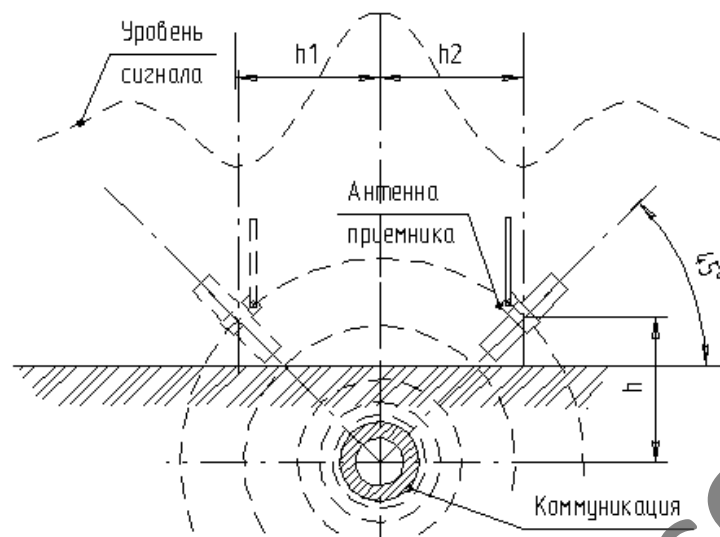

Рис.5. Схема определения глубины заложения.
5.2. Определение глубины залегания выполняется после установления местоположения оси коммуникации (рис.5). Для этого антенну располагают под углом 45 градусов к поверхности земли над точкой расположения оси трассы и удаляют приемник в направлении, перпендикулярном оси трассы до точки над поверхностью земли, где сигнал имеет минимум. Расстояние от точки над осью трассы до точки минимума сигнала равняется глубине залегания от поверхности земли до центра оси коммуникации. Для получения более достоверного значения глубины залегания антенну следует располагать у самой поверхности земли. Для уточнения глубины измерения можно повторить с другой стороны трассы. Если два полученных замера не совпадают, то это может свидетельствовать об искажении формы магнитного поля при изменении положения самой трассы, либо о наличии электропроводных или с высокой магнитной проводимостью объектов, расположенных в непосредственной близости. В условиях искаженного магнитного поля сигнальной частоты точные геометрические построения методами магнитной локации невозможны.